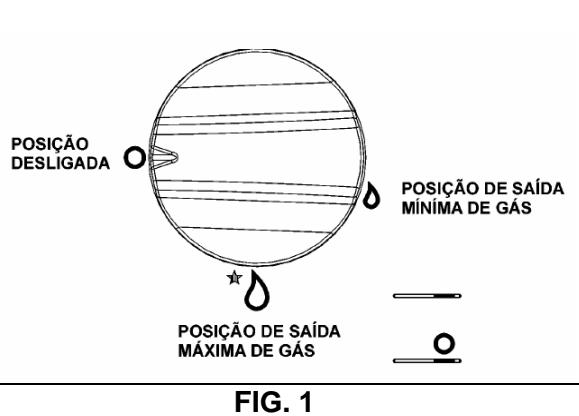

FIG. 1
Prima e rode o botão correspondente ao queimador a utilizar para a esquerda até à posição de Máximo (chama grande fig. 1) e aproxime um fósforo aceso perto do queimador.
Prima e rode o botão correspondente ao queimador a utilizar para a esquerda levando-o até à posição de Máximo (chama grande fig. 1) e prima o botão.
No caso de queimadores equipados com termopar de segurança, deve-se rodar o botão correspondente ao queimador a utilizar para a esquerda até à posição de Máximo (chama grande fig. 1) e até se aperceber de uma ligeira paragem; nesta altura prima o botão e repita as operações indicadas anteriormente.
- Após entrar em ebullição, coloque os botões no Mínimo (chama pequena fig. 1).
- O acendimento dos queimadores com termopar de segurança só pode ser feito quando o botão estiver na posição de Máximo (chama grande fig. 1).